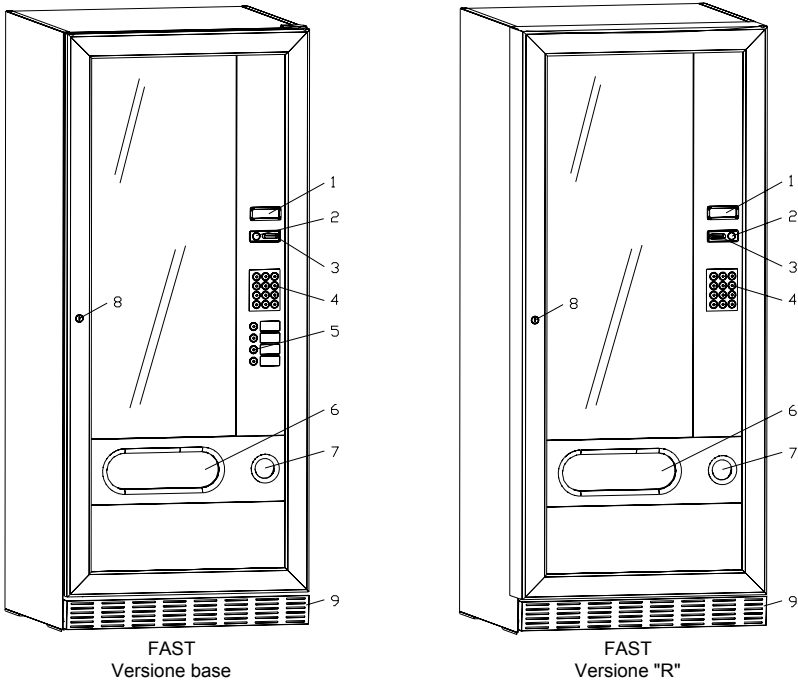

fig. 1
- Per applicare le etichette prodotto, vedi punto 5 fig.1, smontare il sostegno della gettoniera, fissato con le viti ed infilarle nella apposita tasca.